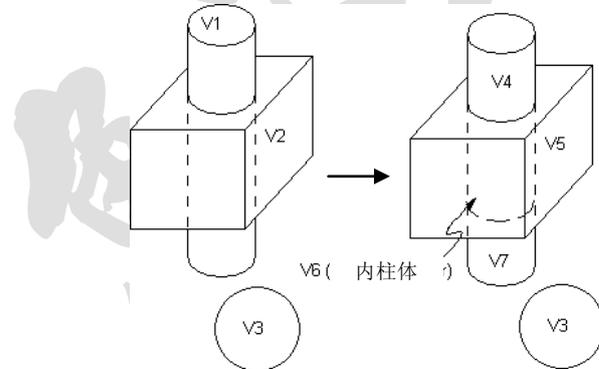

图3.74 体分割体
分割运算的功能是将两个或多个图元连接以生成三个或更多新的图元集合。如果分割区域与原始图元有相同的等级，那么分割结果与搭接结果相同；但分割运算不会删除与其他图元没有重叠部分的图元。如图3.74所示，V3与V1、V2并无重叠，运算后V3仍保留。
3. 体分割体 (如图3.74)